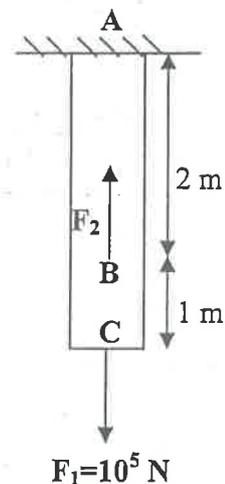

Figura 3
3.- (3p) Una barra AC de 3 m de longitud y  $50 \text{ cm}^2$  de sección se encuentra empotrada en su extremo A y soporta la acción de dos fuerzas, una  $F_1$  de  $10^5 \text{ N}$  de módulo aplicada en el extremo libre C y otra  $F_2$  en el punto B a 1 m de distancia del extremo libre, tal como indica la Figura 3. El material del que está fabricada la barra tiene un módulo de Young de  $10^{11} \text{ Pa}$  y un coeficiente de Poisson de valor 0.3. Sabiendo que la barra sufre un acortamiento de 0.6 mm, calculad: